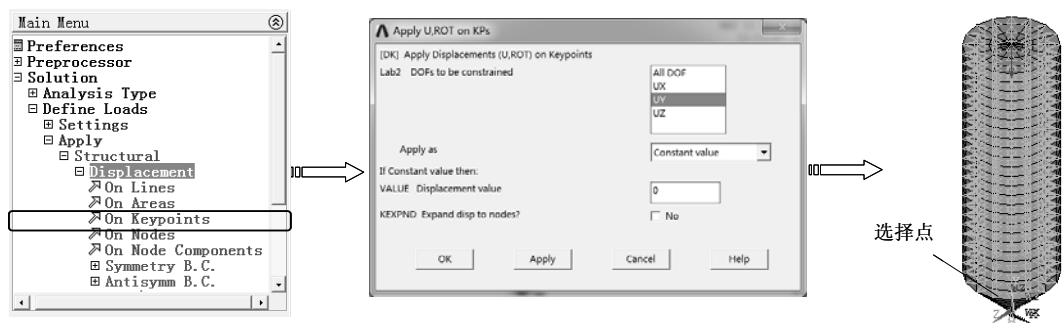

图 7-249 在关键点上施加自由度约束
3) 选择“Main Menu>Solution>Define Loads>Apply>Structural>Displacement>On Keypoints”命令，弹出实体选取对话框，选择关键点 1，单击“OK”按钮，弹出“Apply U,ROT on KPs”对话框，在“DOFs to be constrained”列表框中选择约束类型，在“Displacement value”文本框中输入数值 0，单击“OK”按钮完成约束，如图 7-249 所示。